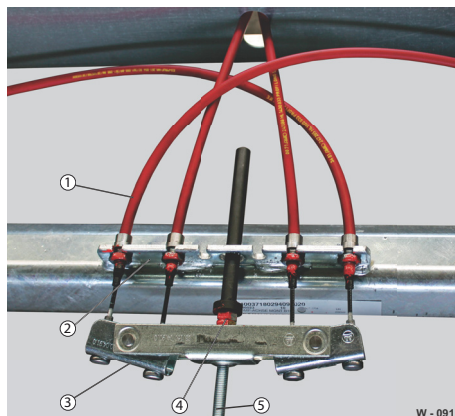

Abb. 62 Beispiel: Bremsenausgleich
Die Zugstange (Abb. 62/5) muss ganz ausgezogen und die Handbremse komplett gelöst sein!
- Übertragungseinrichtung am Ausgleichseisen (Abb. 62/3) lösen - Kontermutter (Abb. 62/4) lösen.
- Bowdenzugspiel am Achswiderlager (Abb. 62/2) prüfen - ca. 5 mm. Das Bowdenzugspiel sollte bei Rädern einer Achse möglichst gleich sein!